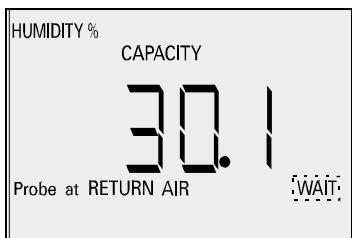

Fig. 12
5.5.2 Aligner la sonde devant et au milieu de la prise d'air du système (ou température ambiante) de sorte que le couvercle du détecteur soit face à l'ARRIVEE A LA GRILLE DE PRISE D'AIR et appuyez sur ENTER (entrer). L'écran LCD affichera le % d'humidité, la capacité tandis que Probe at RETURN AIR (sonde dans la reprise d'air) et « WAIT » (attendez) s'afficheront en clignotant (Fig. 12). Le VA500A commencera à mesurer les paramètres de la prise d'air du système et affichera pendant ces mesures « WAIT » (attendez). Au bout d'une minute, l'instrument émettra un bip sonore et « WAIT » arrêtera de clignoter, ce qui indique que les mesures sont terminées.